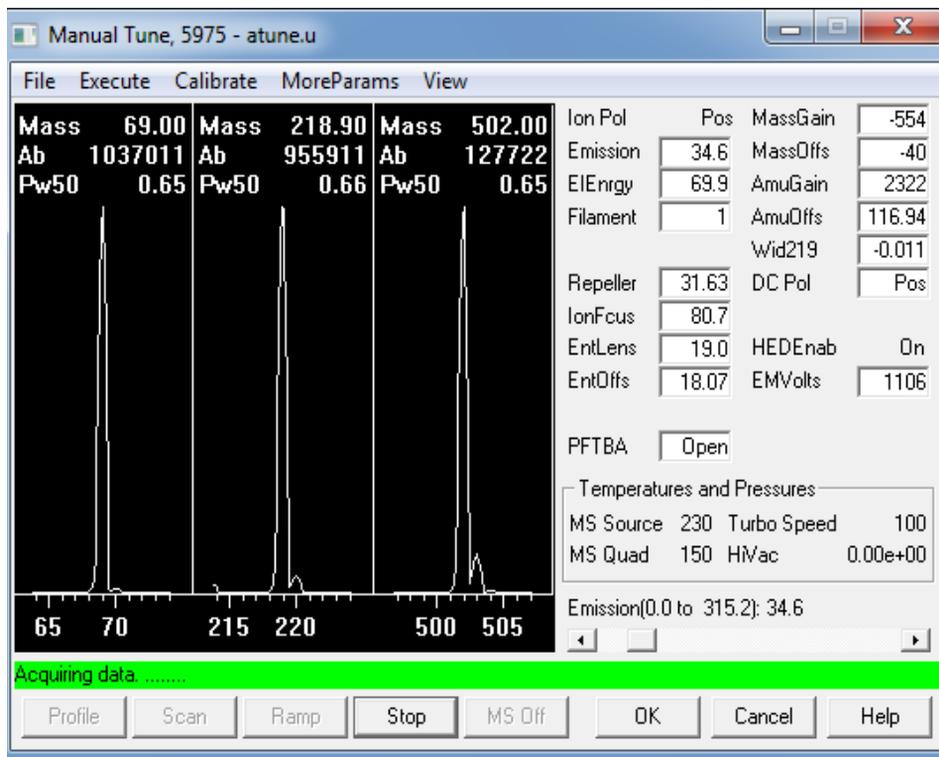

図 17 チューニングパラメータ
- 1 [機器コントロール] 画面で、[機器] メニューから **【チューニングパラメータ編集】** を選択します (図 17)。